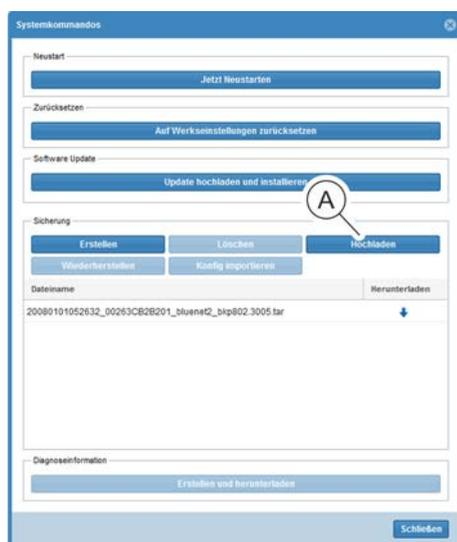

Abb. 262: Fenster "Systemkommandos"
2. ➔ Im Bereich „Sicherheit“ auf die Schaltfläche „Hochladen“ (Abb. 262/Ⓐ) klicken und die hochzuladende Sicherungsdatei auswählen und bestätigen.